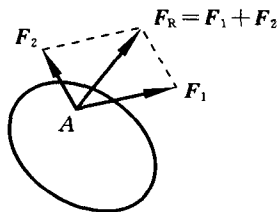

图 1.3 力的平行四边形法则
**公理 3(力的平行四边形法则)** 作用点相同的两力,可以用平行四边形法则合成为一个合力,不会改变对刚体的作用效果,如图 1.3 所示。